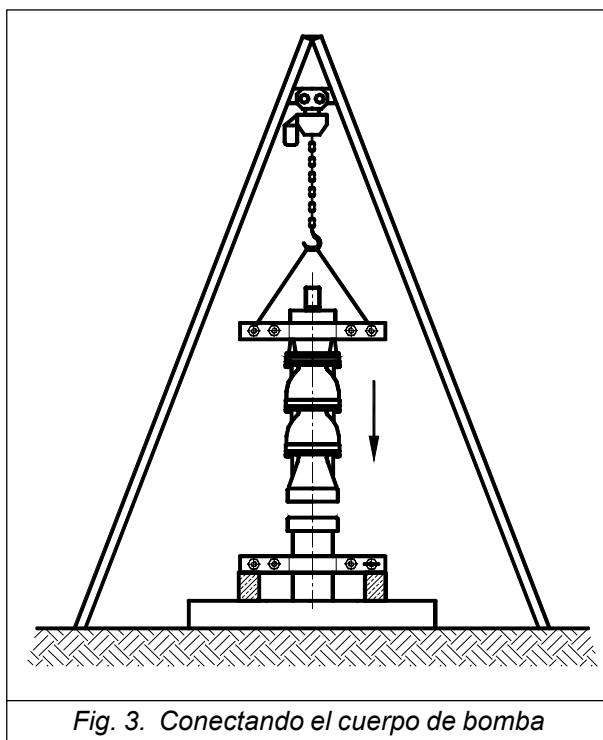

Fig. 3. Conectando el cuerpo de bomba
6.3 Instalación del cuerpo de la bomba (Fig.3)